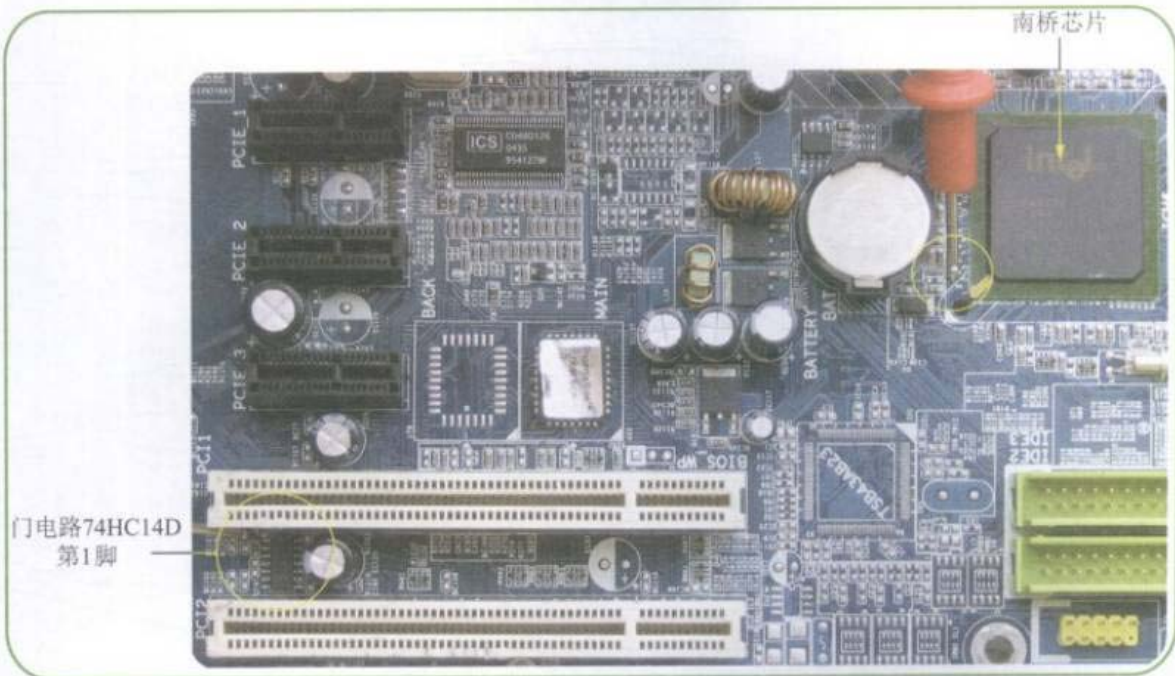

图10-18 测量南桥到门电路74HC14D第1脚的线路
**Step 01** 将万用表调到“蜂鸣”挡，测量南桥的PLTRST#引脚到门电路芯片第1脚的线路，如图10-18所示。